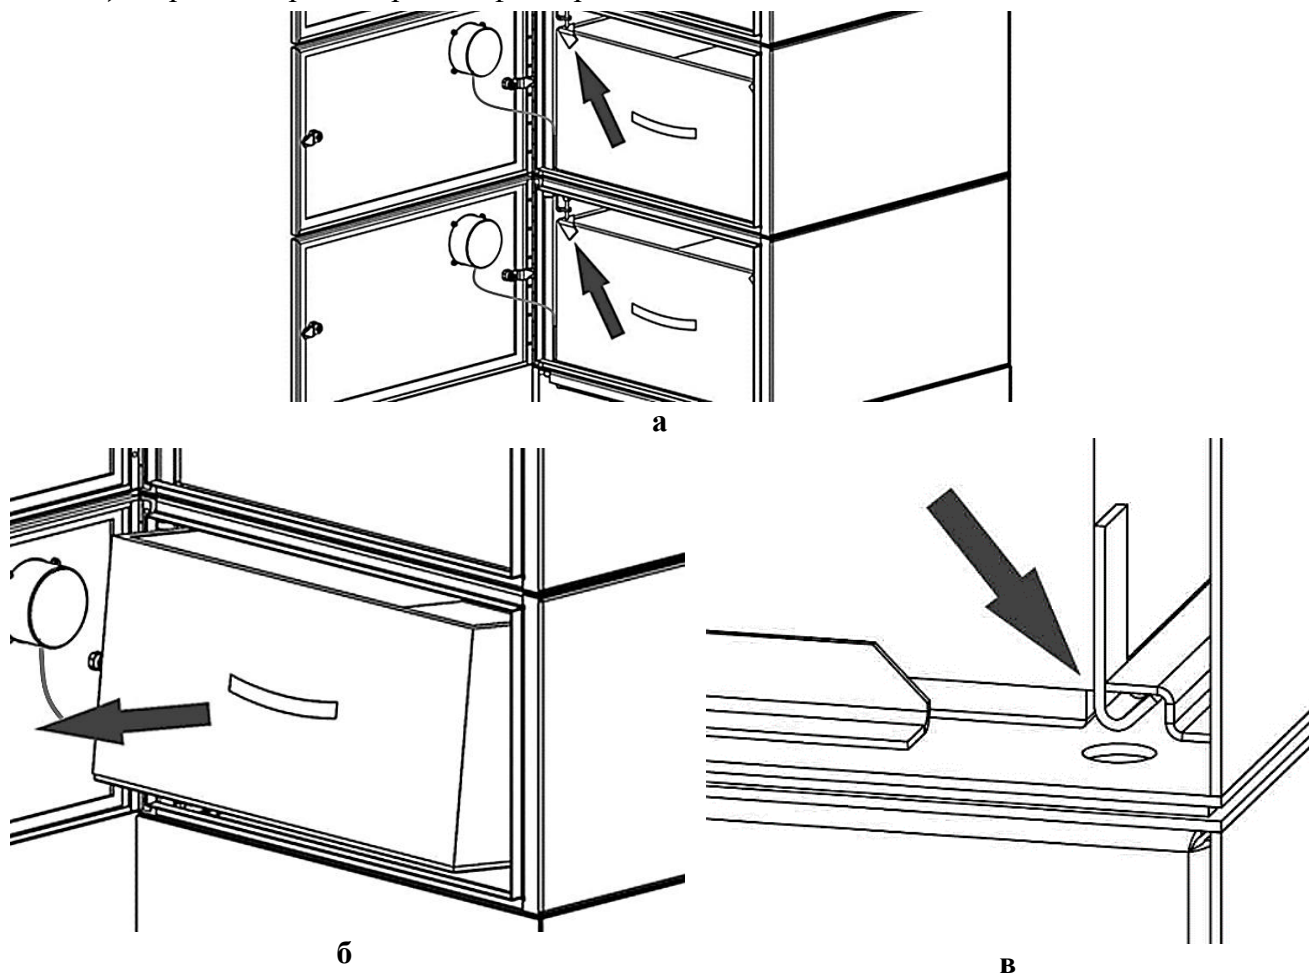

Рисунок 12 — Замена фильтровального элемента
- 2) ослабить винты передних прижимов и снять угловые планки (рисунок 12а);
- 3) извлечь фильтровальный элемент, приподняв его и потянув на себя под углом так, чтобы крючки на задней стенке вышли из зацепления с фиксирующей планкой (рисунок 12б, в);
- 6) установить новый фильтровальный элемент в камеру. При установке необходимо проследить, чтобы крючки на задней стенке фильтровального элемента вошли под фиксирующую планку (рисунок 12в);